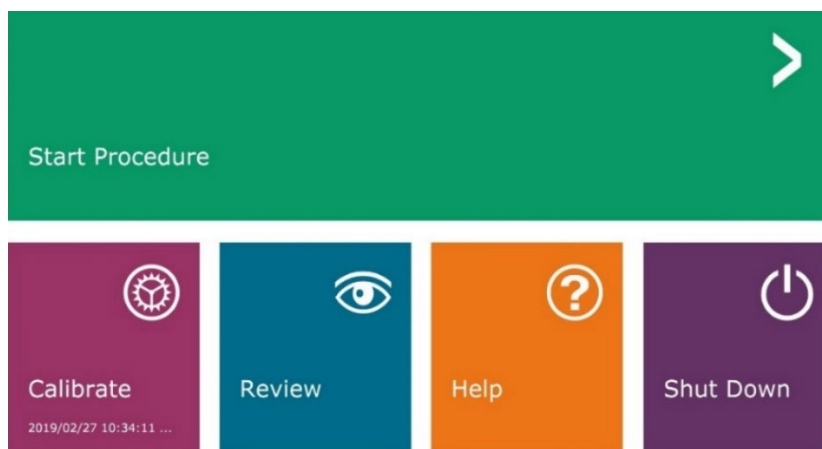
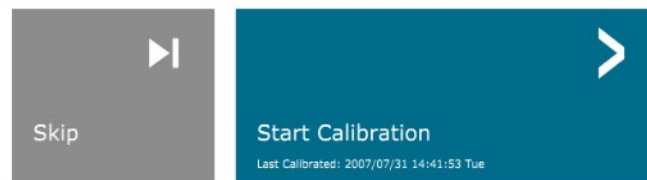

Figura 6.0.1
Figura 6.2.2
Dopo la calibrazione, viene visualizzato il Menu iniziale, che permette la navigazione verso tutte le altre aree del software. Per facilitarne l'uso, sono presenti dei pulsanti per le applicazioni. Vedere la Figura 6.0.1. Questi pulsanti si trovano al centro dello schermo. Le relative descrizioni e definizioni sono illustrate nelle sezioni seguenti del manuale.
- Il software apre la pagina del Menu iniziale (vedere Figura 6.0.1) o la pagina Calibrazione (vedere Figura 6.2.2) a seconda del tempo trascorso dall'ultima calibrazione del sistema.
Il pulsante **Start Procedure** (Avvia procedura) (vedere Figura 6.0.1) porta l’utente alla pagina Inserimento dati paziente, che indica le modalità di inserimento dei dati del paziente. Se non è stato configurato un elenco di lavoro, l’opzione risulta disabilitata e sono disponibili solo le opzioni **Continue with Current Patient** (Continua con il paziente corrente), **Manual Entry** (Inserimento manuale) e **Select from Database** (Seleziona da database). Le opzioni sono spiegate nelle sezioni successive.